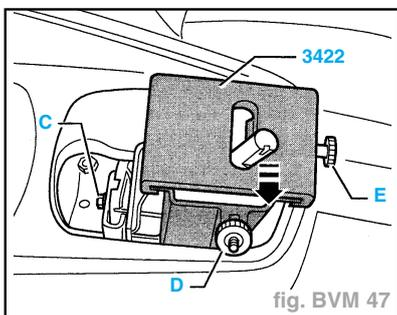

fig. BVM 47
- Desserrer la vis (C) (fig. BVM 47).